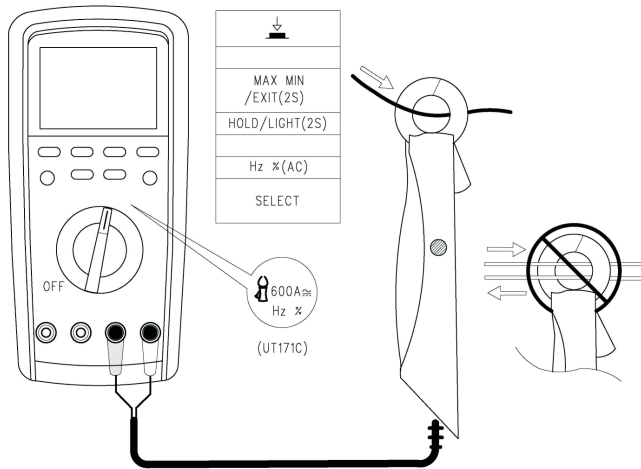

图11
9. 60A/600A外挂电流卡钳测量(见图11)
按RANGE键进行60A/600A量程切换, SELECT选择交直流电流卡钳测量(见图11), 用附件配置的电流卡钳, 按图示连接进行测量。